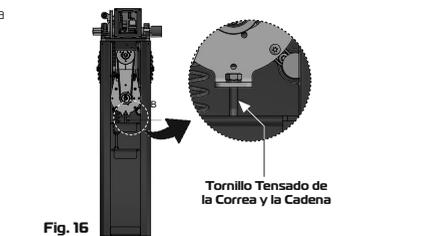

Fig. 16
**2.1** - Retire el tornillo tensado de la correa y la cadena, como se muestra en la **Fig. 16**.